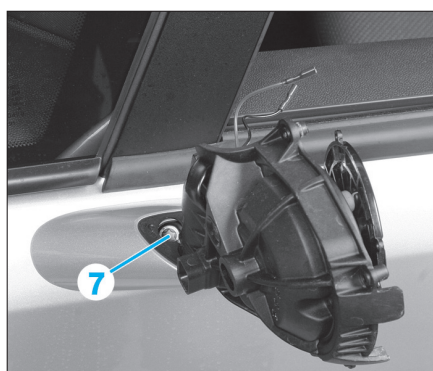

Fig. 35
- Déposer la vis (7) (Fig.35).